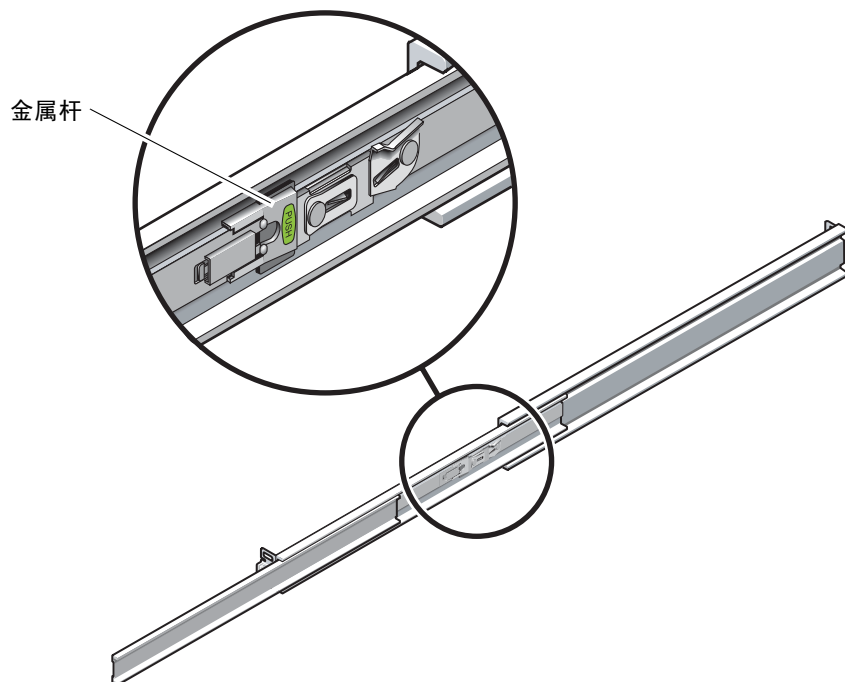

图 2-3 解开滑轨中部的锁定
d. 按下滑轨中部（图 2-3）的金属杆（标记有 **Push** 字样），然后将中部推回机架。